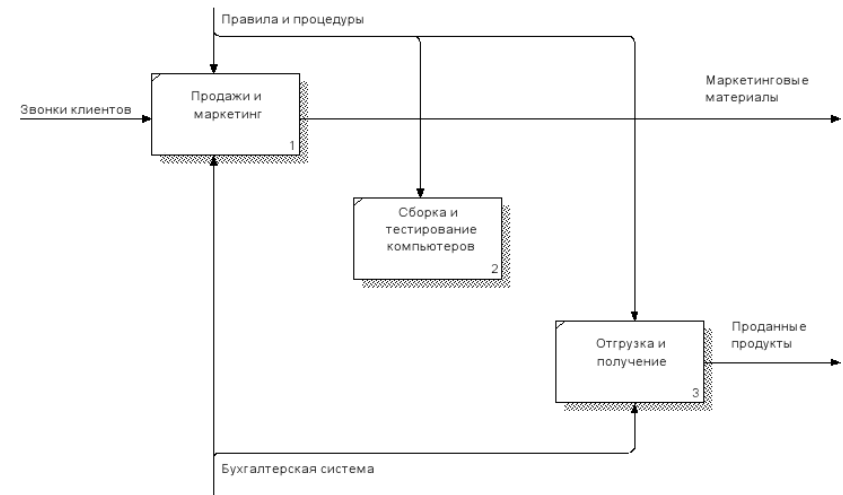

Рисунок 1.6 – Связанные граничные стрелки на диаграмме A0
11. Используя инструмент (Precedence Arrow Tool) , свяжите графические стрелки в соответствии с рис. 1.6.